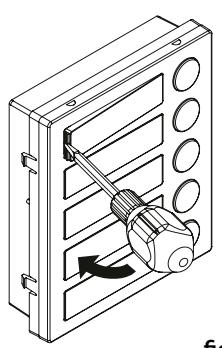

fig. 18
- Move the screwdriver to the left as shown in **Fig. 18** to extract the card name holder;
- Fare leva con il cacciavite come mostrato in Fig. 18 per rimuovere il porta-cartellino (fare attenzione a non ammaccare la placca);
- Faire levier avec le tournevis comme illustré sur la Fig. 18 pour enlever le porte-étiquette (faire attention à ne pas abîmer la plaque) ;